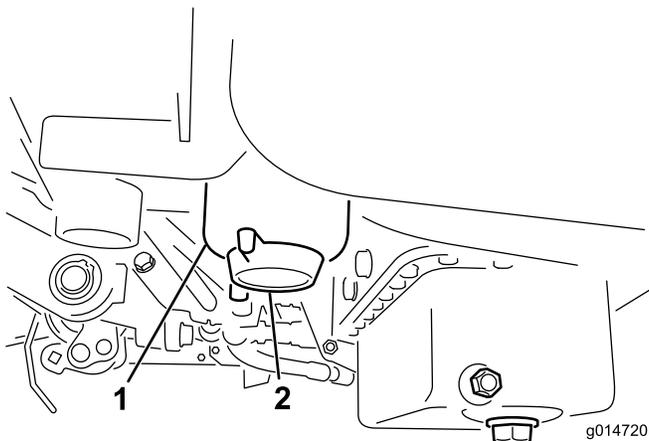

図 33
3. 燃料フィルタについているドレン・プラグを1回転ほど開き、内部にたまっている異物を流し出す(図 33)。終了したらプラグを締める。